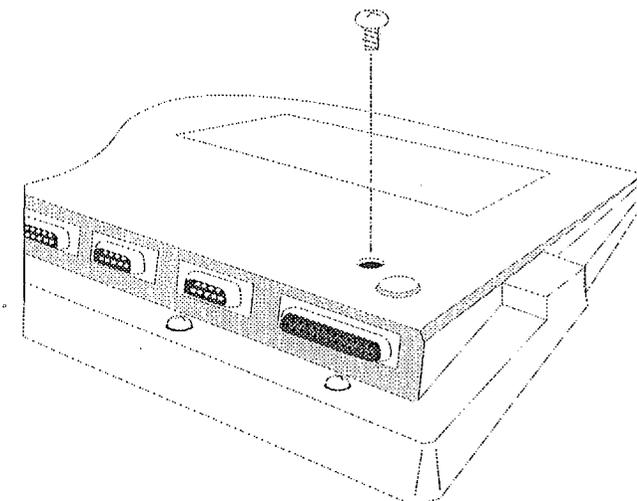

Figure 2.4 - Fixation de la carte A1230 SCSI
5. Une fois les deux cartes correctement branchées, le connecteur SCSI de la carte A1230 SCSI doit affleurer à l'arrière de l'Amiga. Fixez la carte A1230 SCSI à l'aide de la vis fournie (voir figure 2.4).